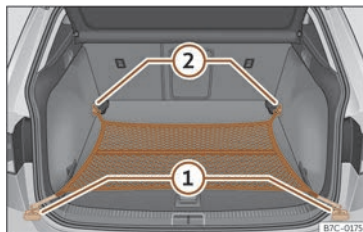

Fig. 169 En el maletero: bolsa de red enganchada a ras del suelo.
- Fije los ganchos de la red en las argollas de amarre >>> **fig. 169** ① y ② >>> ⚠. La cremallera de la bolsa tiene que quedar hacia arriba.